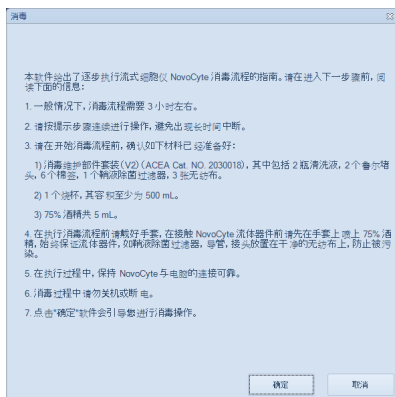

图2-6 NovoExpress 指示“消毒”流程的对话框
- 2 在 NovoExpress 软件中，会弹出消息窗口，指示用户执行排空流程（如图 2-6）。请根据软件提示，在每个步骤完成后点击“确定”，进入下一步骤，直到最终完成流程。